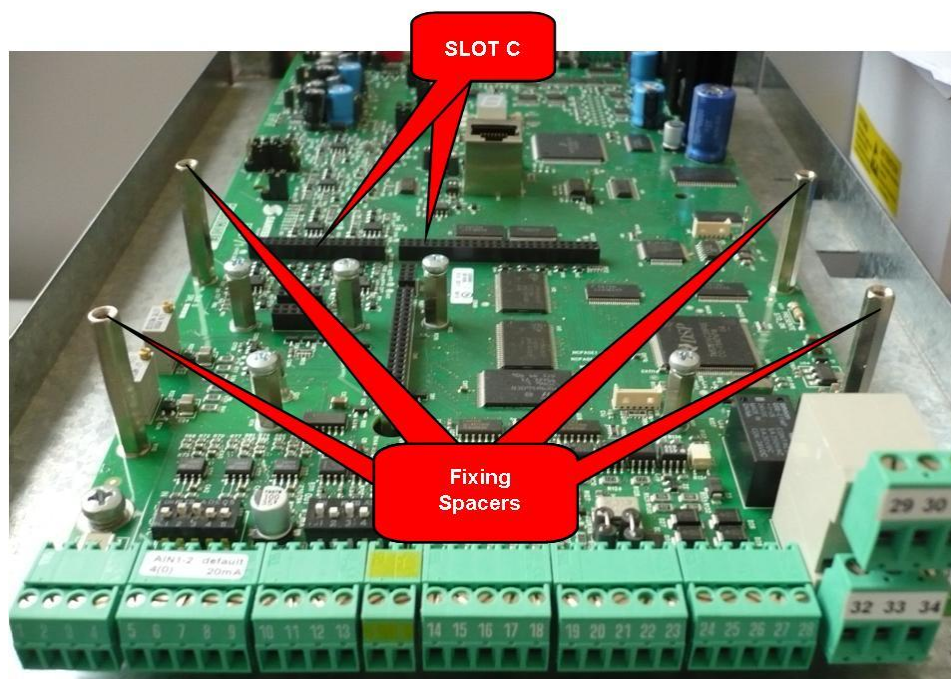
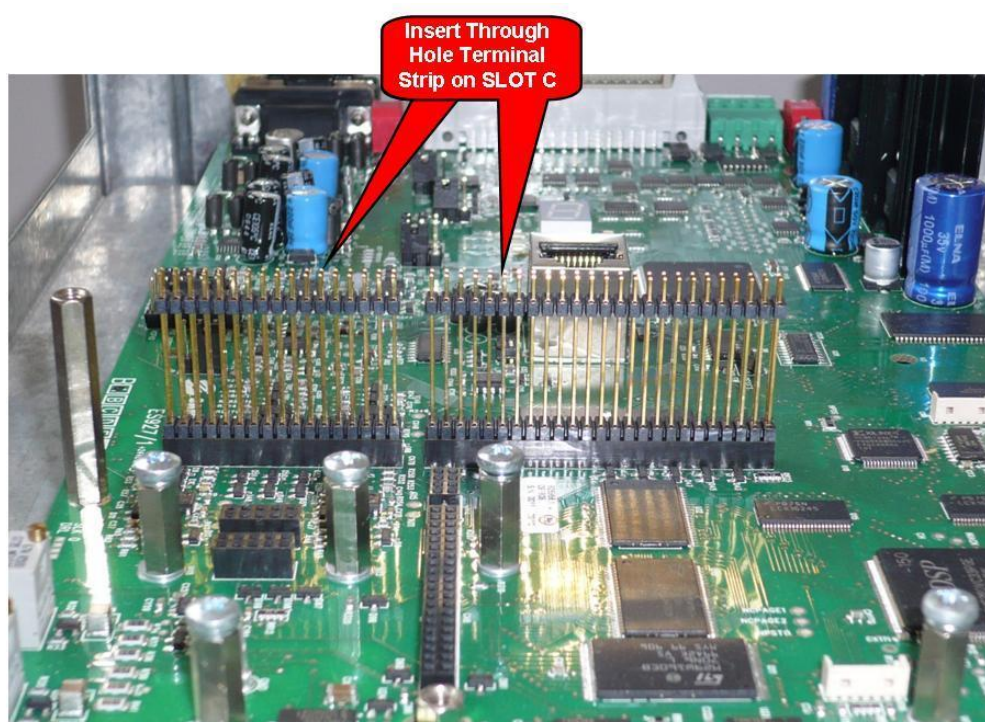
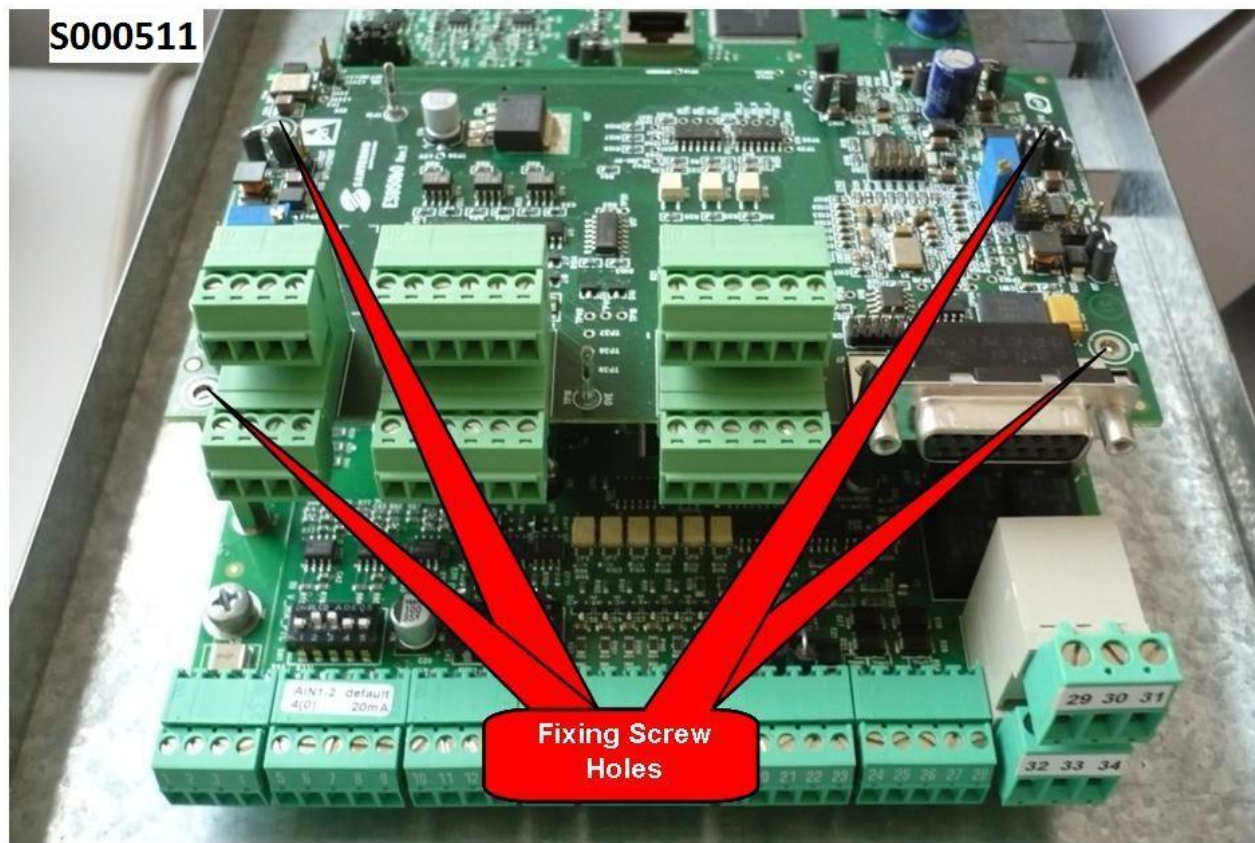

Figura 159: Posizione dello slot C all'interno del coperchio morsettiere Inverter
Figura 160: Inserimento pettini nello SLOT C
Figura 161: Fissaggio della scheda ES966 dentro l'inverter
3. Rimuovere il coperchio di protezione della morsettiera dell'inverter agendo sulle due viti frontali nella parte bassa del coperchio. Risulta così accessibile lo slot C della scheda di controllo sul quale va installata la scheda ES966 come visibile in Figura 159.
4. Inserire la scheda nello slot C facendo attenzione ad allineare correttamente i pettini dei contatti con i due connettori dello slot C (CN7A e CN7B): si vedano la Figura 159, la Figura 160 e le seguenti. Se la scheda è correttamente installata si ha l'allineamento tra i quattro fori di fissaggio e le corrispondenti sedi delle viti delle colonnette metalliche di supporto. Dopo aver controllato il corretto allineamento serrare le quattro viti di fissaggio della scheda come mostrato nella Figura 161.